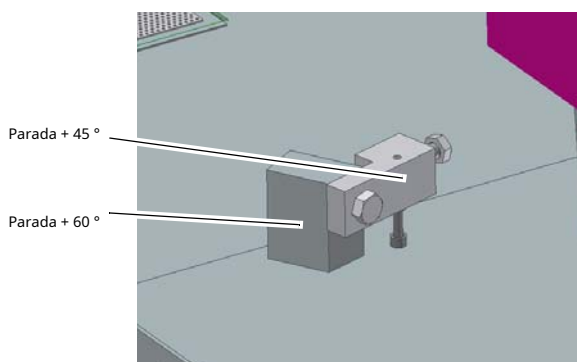

Figura 4-7: Corte en ángulo de 0 ° a + 60 °
- „Figura 4-7: Corte en ángulo de 0 ° a + 60 °“ en la página 33